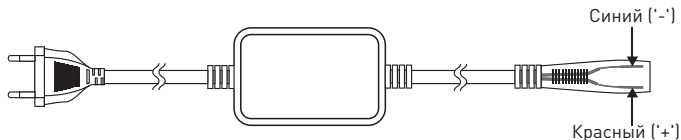

Рис.6. Полярность контактов разъема источника питания.
1) Расположите источник питания так, чтобы контакты разъема были в нижней его части. В результате этого Вы должны получить следующую полярность контактов разъема источника питания: внизу — плюс питания («+», красный), сверху — минус питания («-», синий), см. рис.6.